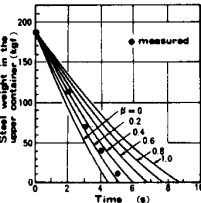

Fig. 2 Efficiency of electromagnetic brake in the experimental system (Type A).
3. 結果と考察 実験結果を Fig. 2 に示す。流路内で溶鋼が充満し、一定流速で流れていると仮定した時の流路系内のエネルギーバランスは